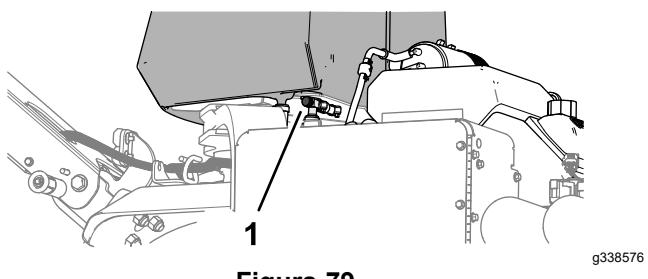

**Figura 78**
- Mueva la palanca del acelerador (Figura 78) a la posición de LENTO.